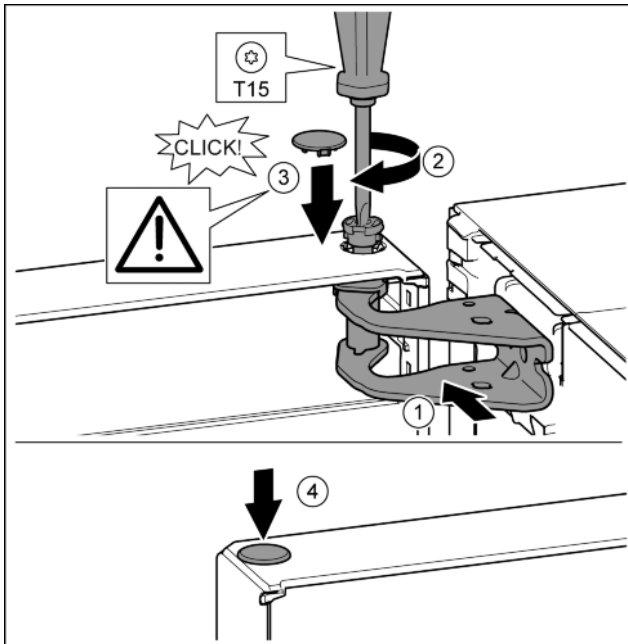

Fig. 20
- Fent igazítsa a csapágycsuklásához az ajtót. Fig. 20 (1)
- Helyezze be a csapot, és a T15 csavarhúzóval húzza meg. Fig. 20 (2)
- Az ajtó biztosítása érdekében szerelje fel a biztonsági fedelet: Helyezze fel a biztonsági fedelet, és ellenőrizze, hogy felfekszik-e az ajtóra. Egyébként a csapszeget teljesen helyezze be. Fig. 20 (3)
- Helyezze be a dugót. Fig. 20 (4)